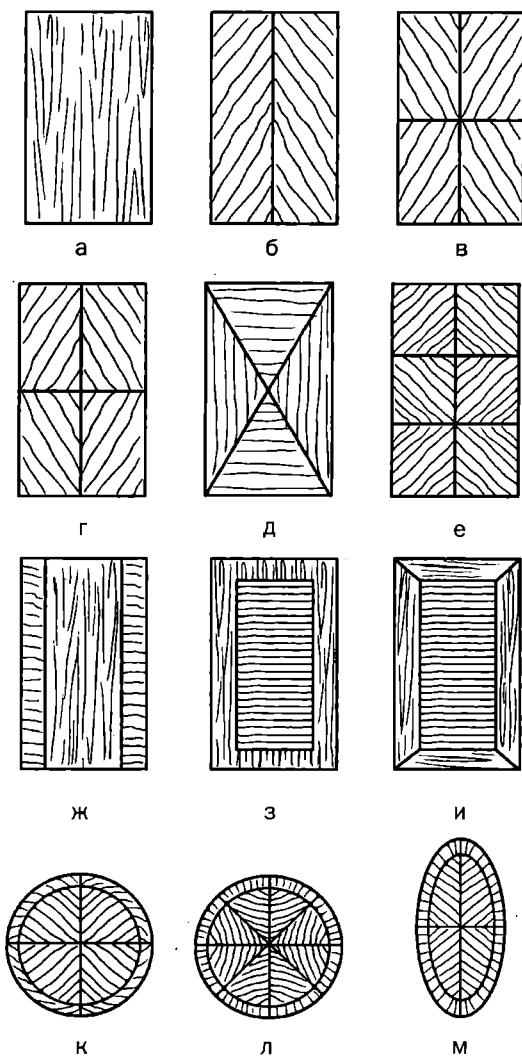

Рис. 71. Разновидности набора шпона: а — «в рост»; б — «в елку»; в, г — крестом; д — «в конверт»; е — «в шашку»; ж, з, и — фризом; к, л — кругом; м — овалом
2. Шпон, которым предполагается облицевать поверхность изделия, можно приобрести в специализированных магазинах, где он реализуется в виде полос длиной до 1 м или обрезков, разных по ширине и длине (это так называемый короткомерный шпон). Перед облицовываем большой поверхности их собирают в листы необходимого размера и рисунка. При этом набор может быть простым или фигурным (рис. 71).